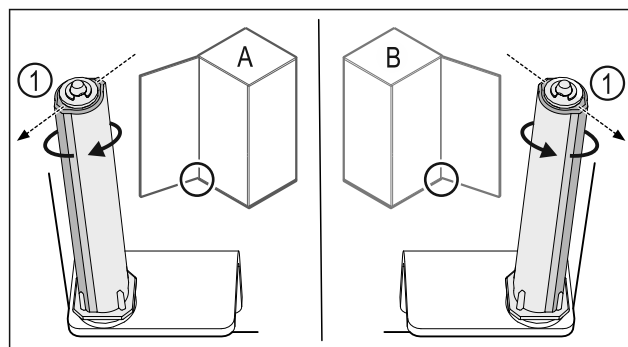

Fig. 43 Levo omejilo (A) / desno omejilo (B)
- ▶ Obrnite zaporni sistem proti upor, dokler ni mostiček zapornega sistema Fig. 43 (1) obrnjen navzven.